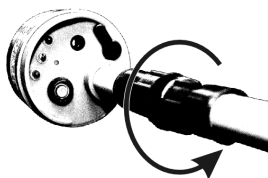

Рис. 9 Выключение указателя
3.3.9. Выключение указателя (см. рис. 9) обеспечивается разобщением рабочей части и изолирующей штанги указателя.